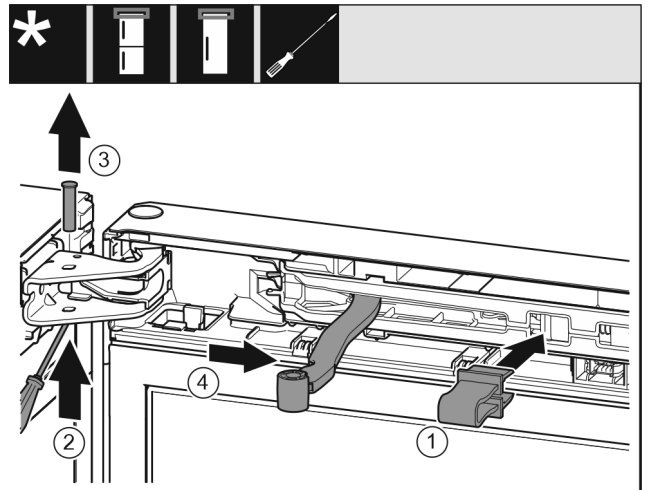

Fig. 9
► Nofiksēji aizmuri atverē. Fig. 9 (1)
► Izstumji tapu ar skrūvgriezi. Fig. 9 (2)
► Izņemji ārā tapu uz augšu. Fig. 9 (3)
► Pagriezi šarnīru durvju virzienā. Fig. 9 (4)